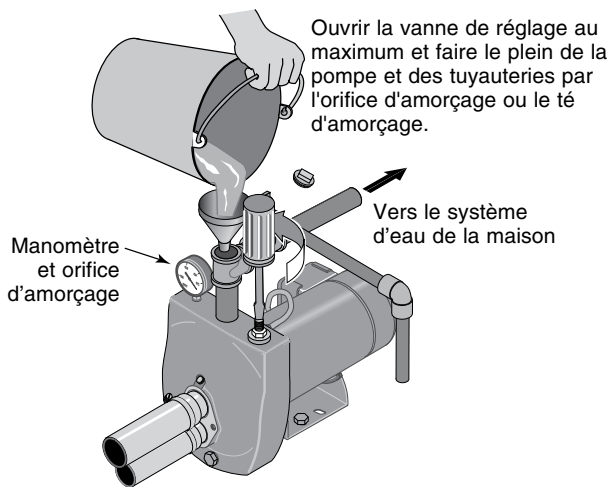

Figure 12 : Remplissage de la pompe
- 1 ° Ouvrir au maximum la vanne de réglage (voir la Figure 12), déposer le bouchon d'amorçage de la pompe, puis faire le plein de la pompe, de toutes les tuyauteries entre la pompe et le puits et s'assurer que toutes les tuyauteries du puits sont pleines d'eau. Si un té d'amorçage a été posé sur le tuyau d'aspiration, déposer le bouchon du té et faire le plein de la tuyauterie d'aspiration.